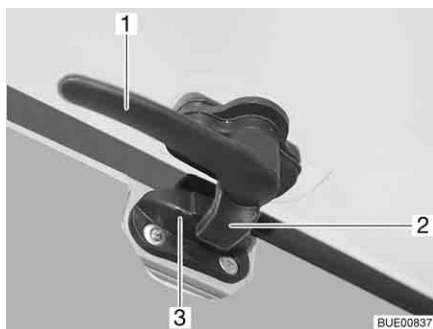
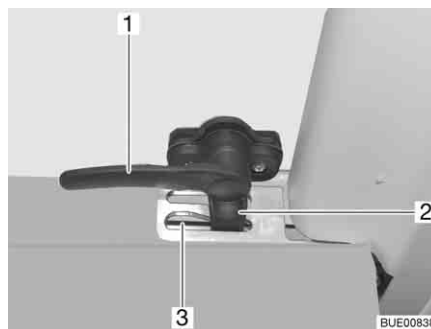

Fig. 77 Côté levier de verrouillage en position "Fermé"
Fig. 78 Levier de verrouillage avant en position "Fermé"
- Tourner tous les leviers de verrouillage (Fig. 77,1 et Fig. 78,1) d'un quart de tour vers le centre du lanterneau.
- Tourner tous les leviers de verrouillage (Fig. 77,1 et Fig. 78,1) d'un quart de tour vers le cadre. Le tenon de verrouillage (Fig. 77,2 ou Fig. 78,2) se trouve sur le dessous du verrouillage du lanterneau (Fig. 77,3) ou pénètre dans la rainure inférieure du verrouillage du lanterneau (Fig. 78,3).